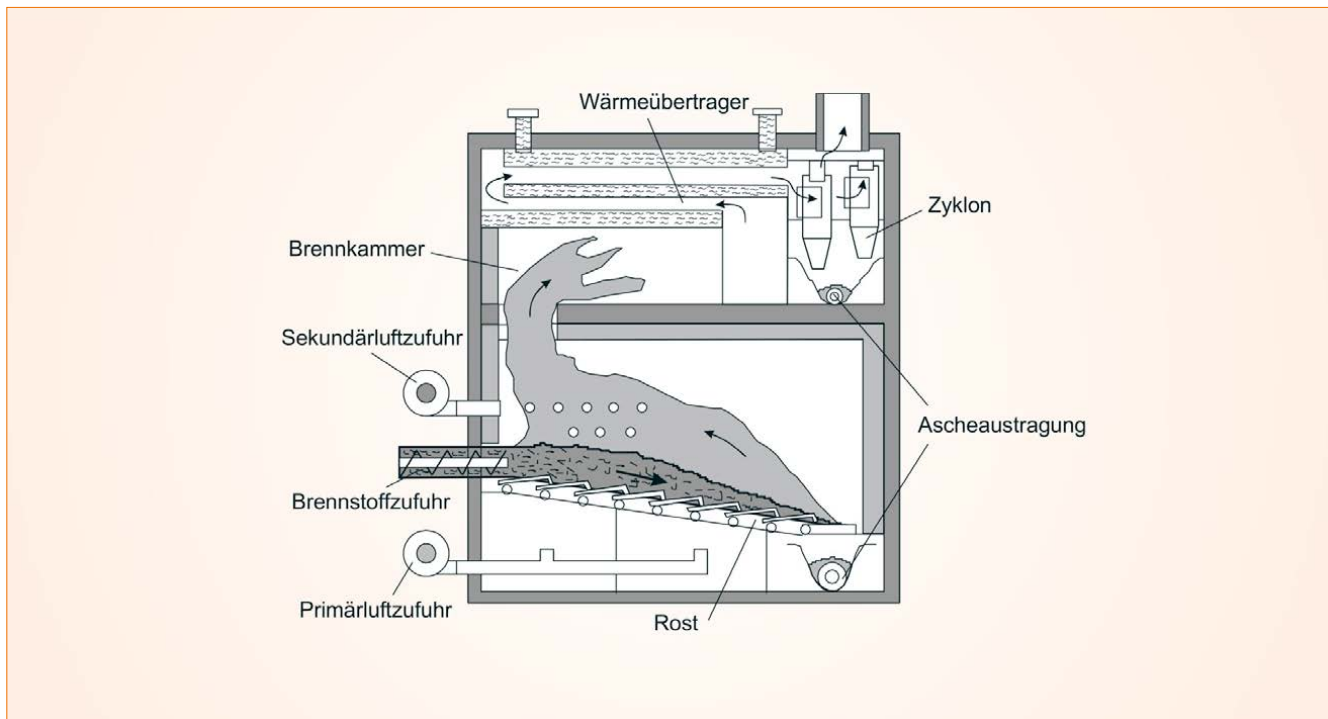

Abb. 16: Schematische Darstellung einer Vorschubrostfeuerung (s. Quellenverz. 1)
- Quer-/Seiteneinschubfeuerung mit automatischer Beschickung von der Seite (s. Abb. 16)
Bei der *Vorschubrostfeuerung* (s. Abb. 16) werden die Holzpellets mit einer Schnecke in das Glutbett gedrückt. Auf diesen Grundtyp lassen sich eine Vielzahl an Sonderbauformen zurückführen. Die Rostelemente sind so konstruiert, dass sie sich gegenseitig überlappen und dadurch der Rostdurchfall klein ist. Der Rost ist so ausgelegt, dass eine saubere, gleichmäßige Verteilung der in verschiedenen Zonen zugeführten Primärluft möglich ist und dadurch eine ruhige Verbrennung stattfindet. Der Antrieb der Rostelemente erfolgt hydraulisch oder motorisch, wobei die Bewegungsintervalle automatisch der Leistung angepasst werden. Diese Feuerungstechnik wird sowohl im mittleren als auch sehr großen Leistungsbereich wie in Kraftwerken eingesetzt.